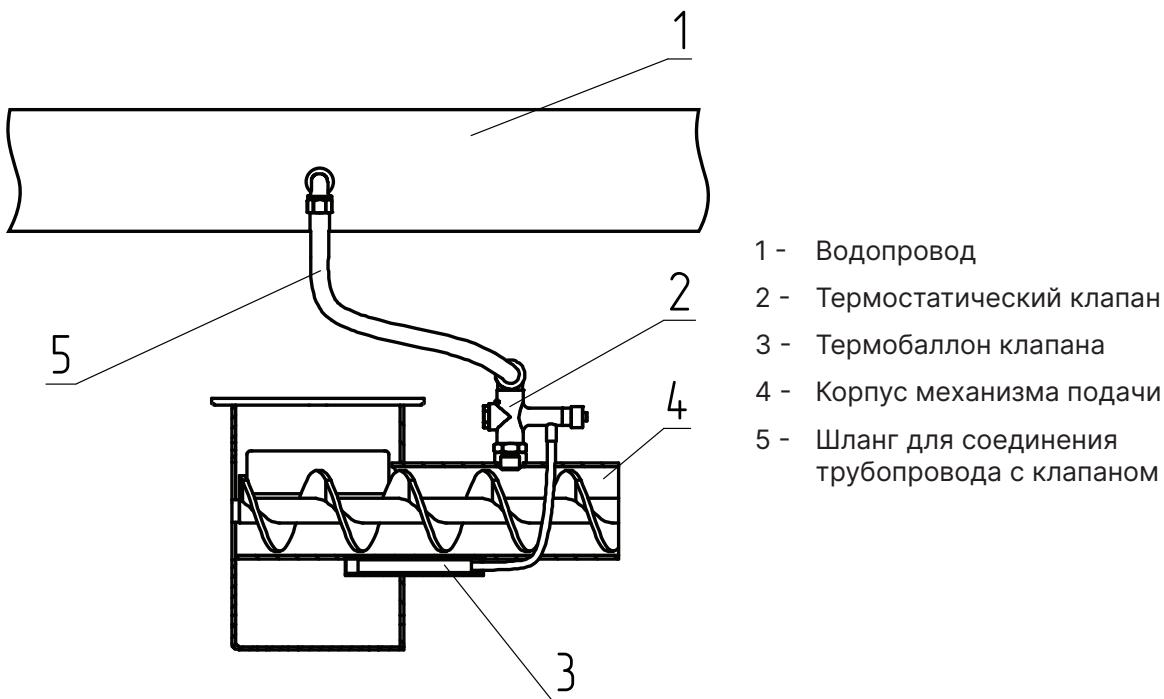

Рис.5 Система охлаждения топливопровода
- Для обеспечения полной пожарной безопасности необходимо устанавливать систему охлаждения топливопровода (доступно в качестве опции, **см. Рис.5**);
Внимание! Термобаллон клапана (**Рис.5, поз.3**) должен быть зафиксирован в гильзе двумя винтами.